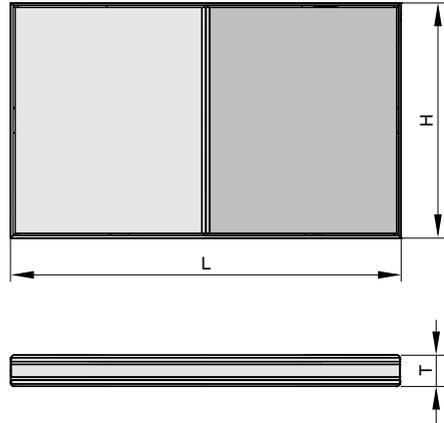

Abb. 25: Einzelkulissen Typ MK
- Empfohlene Befestigungspunkte und Abstände für eine Schraubbefestigung. Verschraubung an beiden L Seiten ausführen. Bei Zwischenmaßen L Schraubenanzahl n entsprechend nächst größerem Längenraster verwenden und gemäß Abb. 25 gemittelt positionieren.